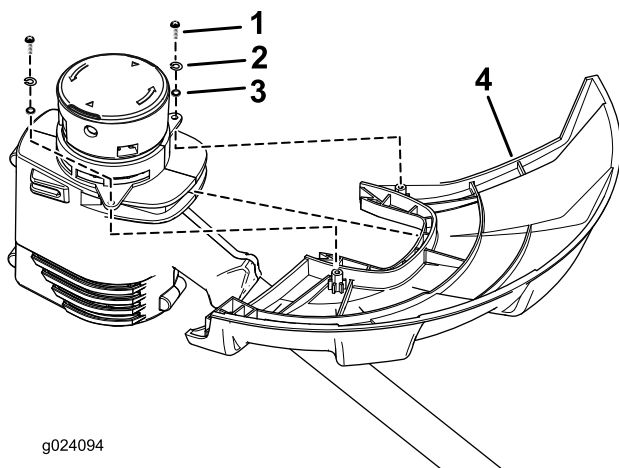

Bild 3
1. Entfernen Sie die zwei Kopfschrauben und die Scheiben, die an die Schutzvorrichtung geklebt sind (Bild 3).
2. Schieben Sie die Schutzvorrichtung auf das Unterteil des Rasentrimmers, wie in Bild 3 abgebildet.